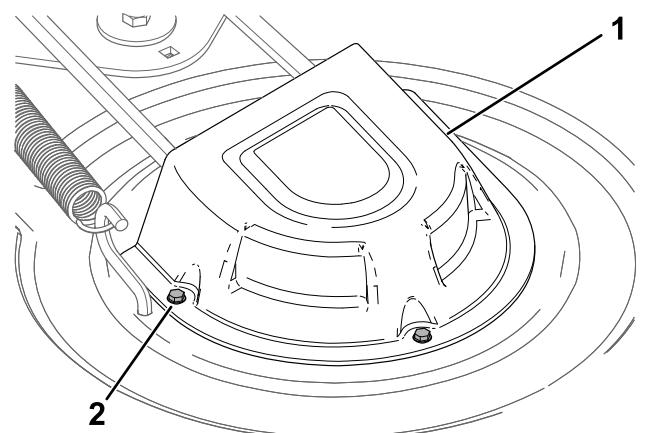

Figura 48
4. Afloje los tornillos y retire las cubiertas de las poleas (Figura 48).